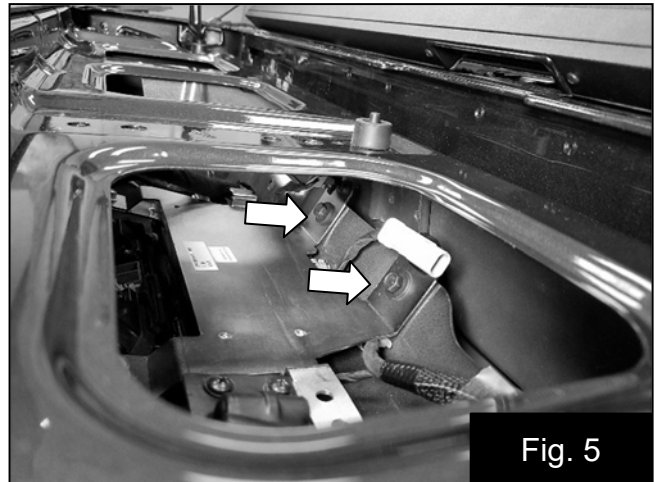

Fig. 5
7. Installez le support de montage de l'amplificateur à travers la droite du trou central, puis fixez-le en place avec les boulons de la poignée du hayon et les deux boulons fournis. Fig. 5
7. Instale el soporte de montaje del amplificador a través del orificio central derecho y fíjelo con los pernos de la manija de la compuerta posterior y los dos pernos suministrados. Fig. 5